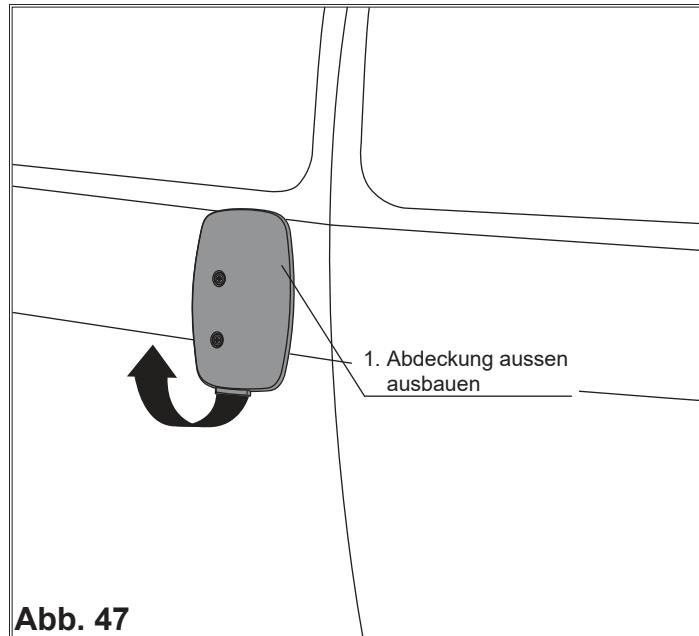

Abb. 47
1. Die Abdeckung aussbauen, wenn vorhanden, (Abb. 47).